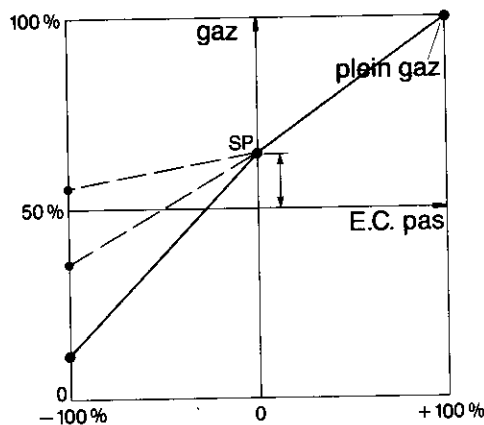

Figure 37
- ou la courbe à 3 points, figure 37,